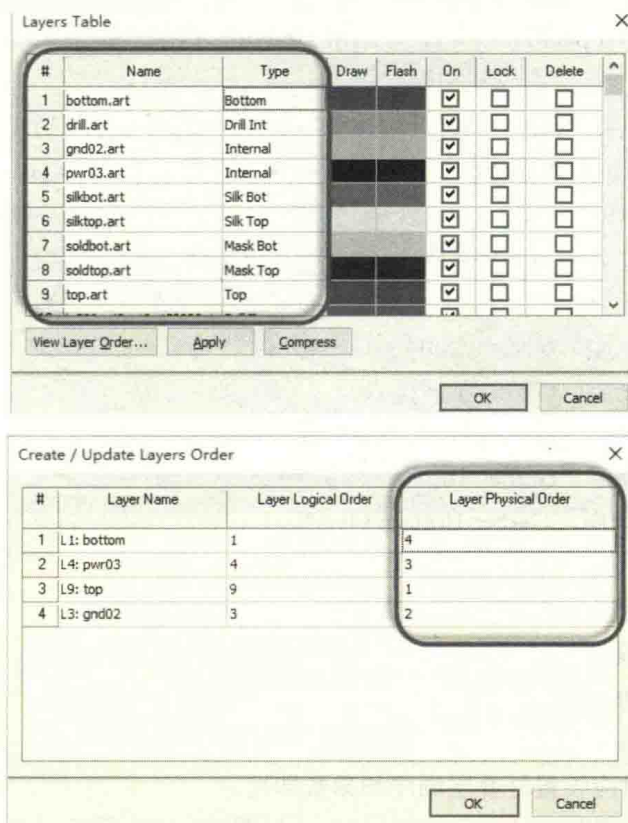

图 11-99 叠层对应设置及叠层顺序设置
(4) 文件导入之后，需要核对叠层是否对应一致。执行菜单命令“Tables-Layers”，进入如图 11-99 所示的界面，进行叠层的对应，并且更新好信号层的叠层顺序。